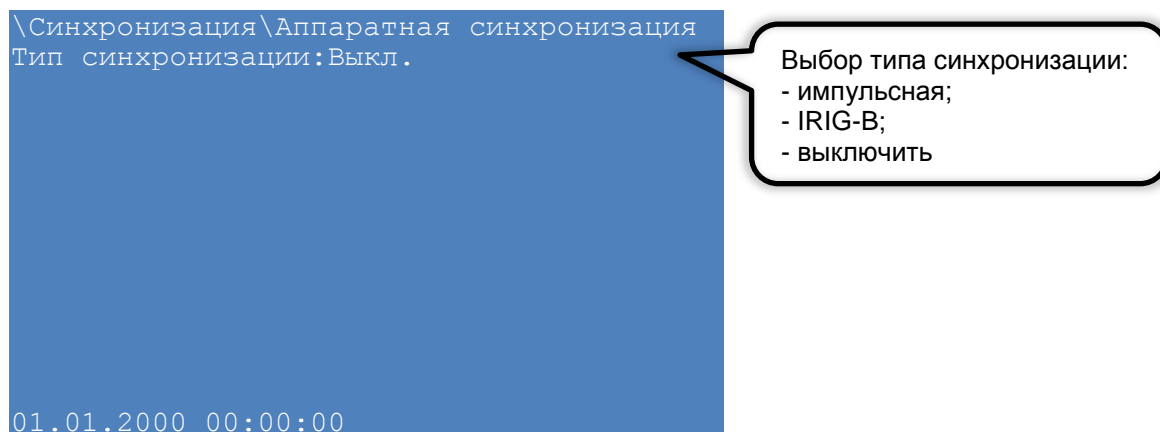

Рисунок 27 – Выбор типа аппаратной синхронизации
3.2.1.4 В открывшемся окне **Аппаратная синхронизация** (см. рисунок 27) выбрать тип синхронизации: импульсная или IRIG-B (или отключить аппаратную синхронизацию терминала) нажатием кнопки **«Enter»** по циклическому принципу.